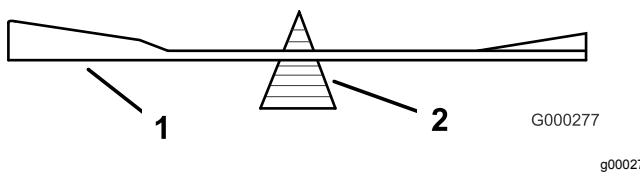

Bild 78
- Prüfen Sie die Auswuchtung des Schnittmessers auf einer Ausgleichsmaschine (**Bild 78**).